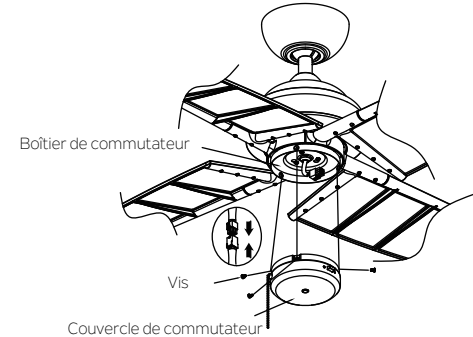

Fig. 18
Étape 1. Tenez le couvercle de commutateur près du boîtier de commutateur et raccorder les connecteurs à 9 broches du couvercle de commutateur et du ventilateur. (Fig. 18) **Remarque :** Les deux connecteurs ne peuvent être installés que d'une seule façon en respectant les couleurs d'identification. Faire correspondre les couleurs sur les deux connecteurs et les rapprocher pour qu'ils s'enclenchent. (Fig. 18)
Étape 2. Rangez les connexions soigneusement dans le couvercle de commutateur. Alignez les trois trous arrondis sur le couvercle de commutateur et le boîtier de commutateur. Serrez fermement avec les 3 vis (que vous trouverez dans le sac du couvercle de commutateur, voir la Fig. 18).